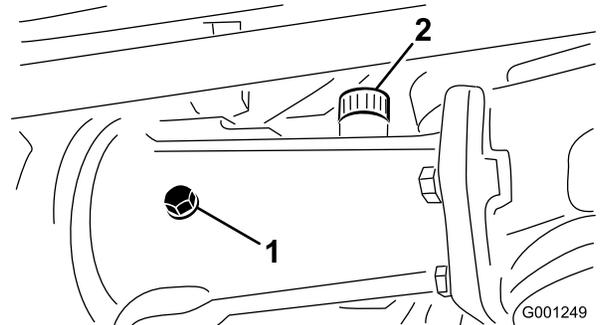
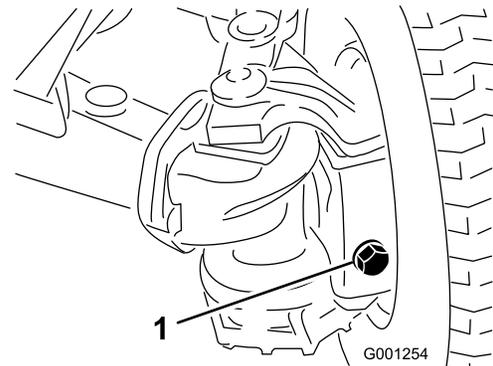

Figura 59
Figura 60
2. Retire el tapón de verificación de la carcasa del eje central y del eje, y los tapones de llenado/verificación de cada caja de eje exterior (Figura 59 y Figura 60).
3. Compruebe que el lubricante llega a las roscas de la parte inferior del orificio de cada tapón (Figura 59 y Figura 60).
- A. Para llenar la carcasa del eje central, retire el tapón de llenado (Figura 59).
- B. Añada lubricante del tipo especificado al depósito del eje trasero hasta que el lubricante llegue al borde inferior de los orificios de los tapones de verificación (Figura 59 y Figura 60).
- C. Si se retiró el tapón de llenado de la carcasa del eje central, aplique sellador de roscas PTFE a las roscas del tapón de llenado e instálelo en la carcasa (Figura 59).
- Aplique sellador de roscas PTFE a las roscas del tapón de verificación de la carcasa del eje central y los tapones llenado/verificación de las 2 cajas de eje laterales (Figura 59).
- Instale el tapón de verificación en la carcasa del eje central y los tapones de llenado/verificación en las 2 cajas de eje exteriores (Figura 59 y Figura 60).
- Tapón de vaciado (3)
- Aplique sellador de roscas PTFE a las roscas del tapón de verificación de la carcasa del eje central y los tapones de llenado/verificación de las 2 cajas de eje laterales; consulte Figura 59 y Figura 60 de Comprobación del lubricante del eje trasero \(página 55\).
- Instale el tapón de verificación en la carcasa del eje central y los tapones de llenado/verificación en las 2 cajas de eje exteriores; consulte Figura 59 y Figura 60 en Comprobación del lubricante del eje trasero \(página 55\).